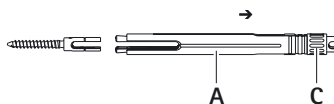

Abb. 7
- Kpl. Klemmhülse **2** abnehmen, siehe Abb. 7.